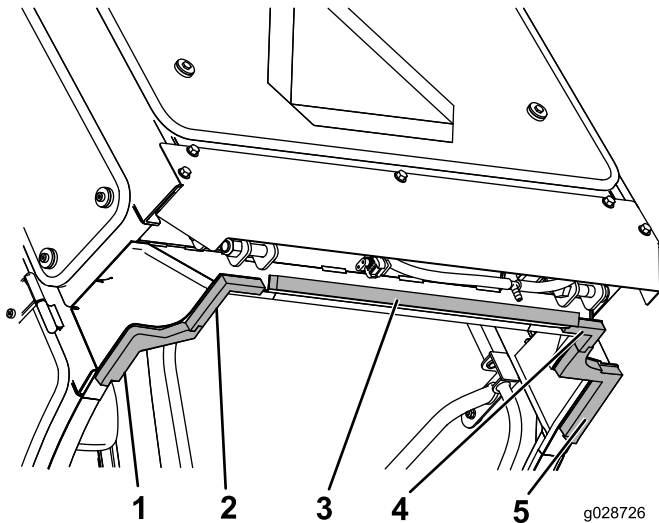

図 59
1. 後部用ウレタンを、センターパネルの一番後部の低い端の中央部にセットする 図 59。
2. 左後用と、右後用のウレタンを、後パネルの側のタブの内側コーナーにセットする 図 59。
3. 左中と右中のウレタンが一番内側のエッジを、左後と右後のウレタンに合わせてタブをインタロックする 図 59。